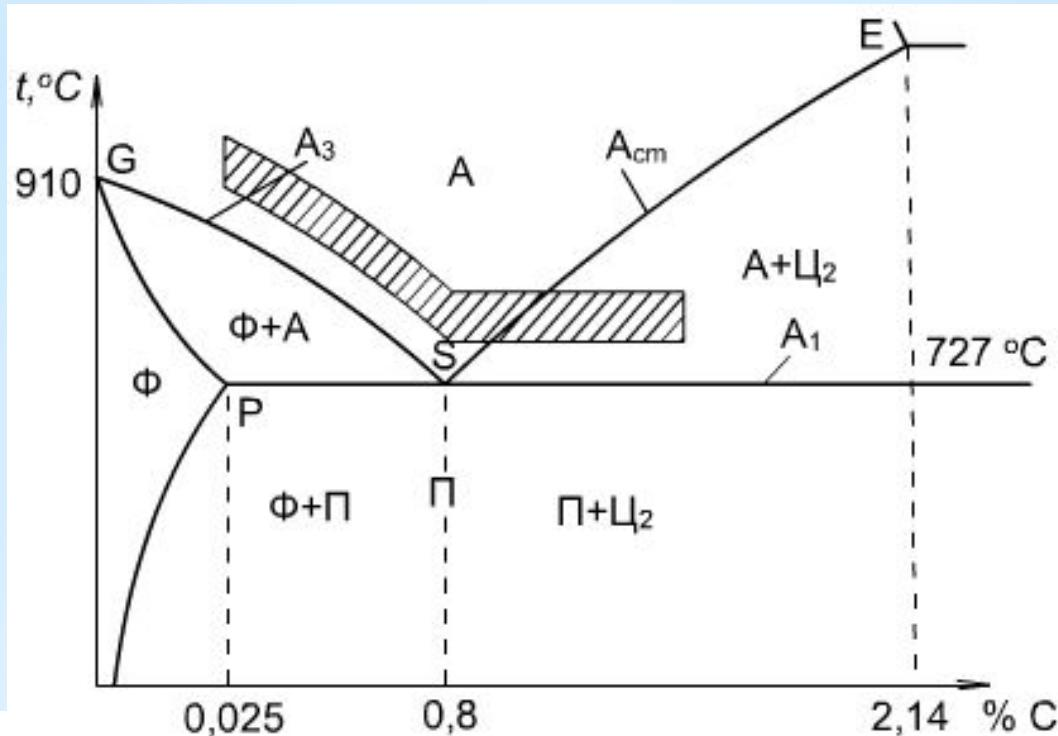

Рис. 2. Фрагмент диаграммы состояния
- * **Доэвтектоидные стали** содержат от 0,02 до 0,8 % С и имеют ферритно-перлитную структуру (рис. 2а).
- * Заэвтектоидные стали содержат углерода от 0,8 до 2,14 % и имеют структуру, которая состоит из перлита и цементита (рис. 2в).
Исходя из этого определяется положение оптимального интервала температур закалки углеродистых сталей на диаграмме состояния Fe - Fe₃C (рис. 2).